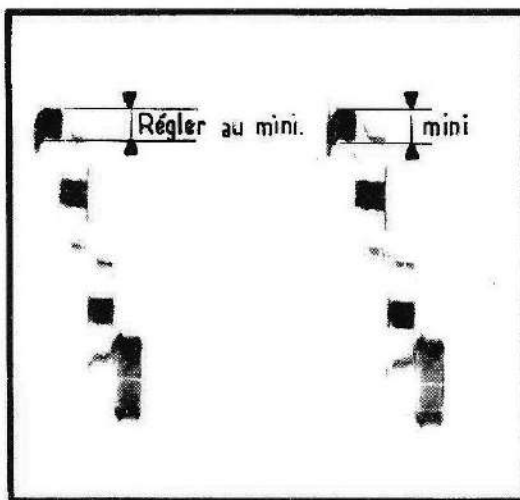

Fig. 8
- Régler S625 pour obtenir un minimum d'amplitude du filtre (fig. 8)